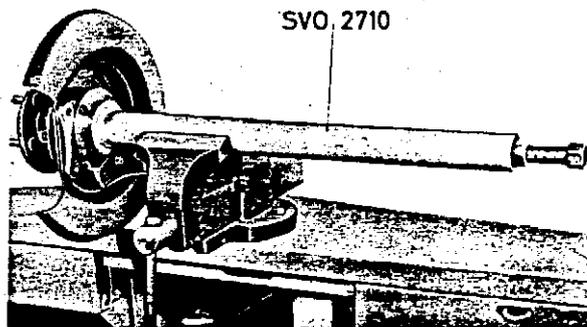

Abb. 22. Ausbau des Hinterachswellenlagers
7. Abziehvorrchtung SVO 2710 in Schraubstock einspannen. Hinterachswelle einschieben und die Befestigungsschrauben für Bremsträger bzw. -halter einziehen. Hinterachswellenlager mit der Abziehvorrchtung abziehen (Abb. 22). Anschließend Bremsträger und -halter abbauen.